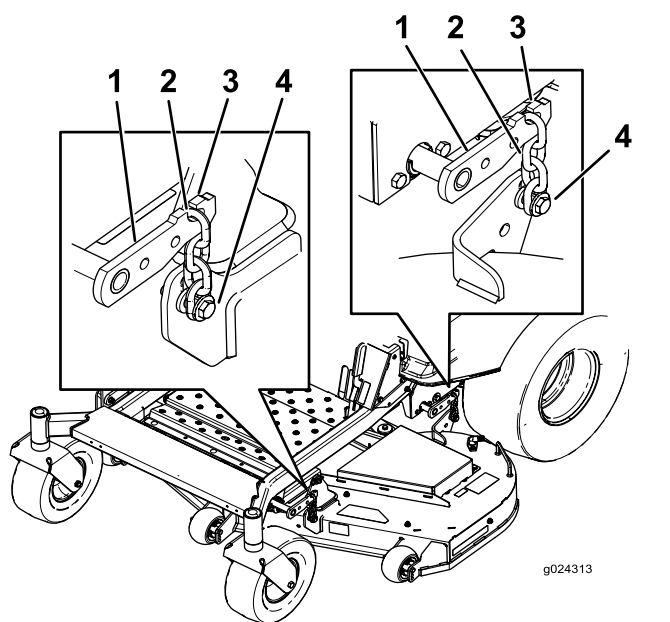

Figure 62
- Desserrez les boulons de réglage aux quatre coins de sorte que le tablier repose bien sur les quatre cales (Figure 62).
- Vérifiez que les quatre chaînes sont tendues (Figure 62).
- Resserrez les quatre boulons de réglage (Figure 62).